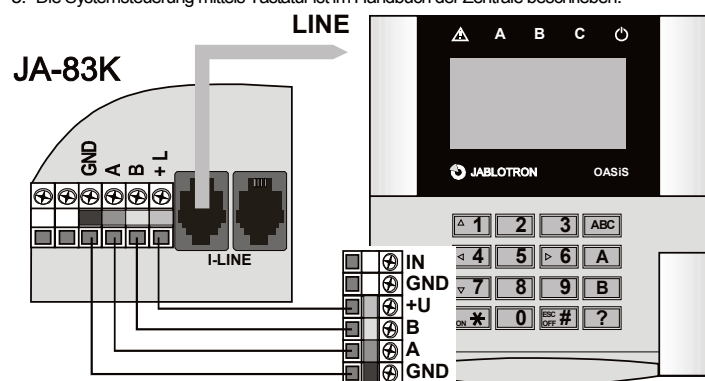

Abb. 1 Verbindung der Tastatur mit der Zentrale
- Bei der Anbringung der Tastatur an die gewünschte Stelle jeweils einen Kabel mit verdrehten Paaren verwenden (+U GND und A B, Länge max. 100m). Es werden die gleichen Busklemmen gegenseitig (GND, A, B, +U) in der Zentrale und in der Tastatur verbunden (Abb. 1),